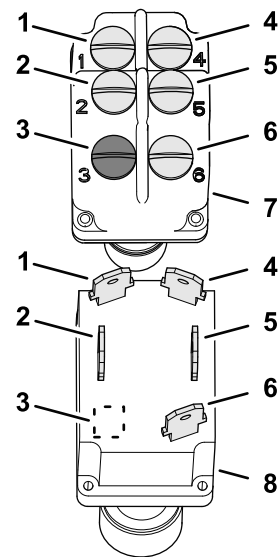
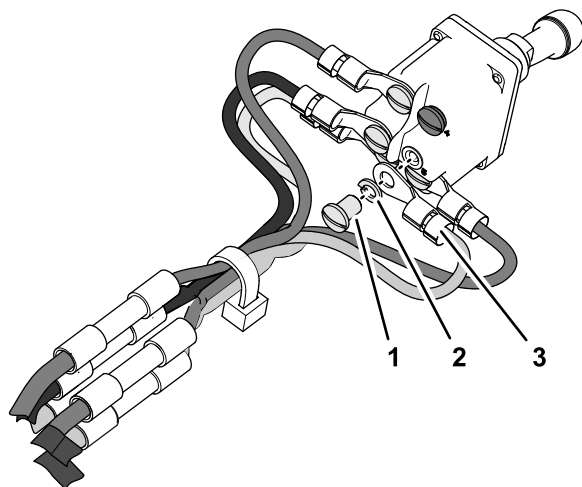

Figura 5
Figura 6
2. Com as ranhuras de chaveira alinhadas, identifique os pontos de contacto dos interruptores da PTO novo e antigo (Figura 5).
3. Remova o parafuso e a anilha de bloqueio do circuito B do interruptores da PTO novo (Figura 5).
4. Consultando a tabela de identificação de circuitos em Remover o interruptor da PTO \(página 3\), monte os terminais de anel do adaptador da cablagem para os circuitos B do contacto do interruptor (identificado com fita) no interruptor da PTO novo com o parafuso e a anilha de bloqueio (Figura 6).
5. Remova o parafuso e a anilha de bloqueio do circuito C do interruptores da PTO novo (Figura 5).
6. Consultando a tabela de identificação de circuitos em Remover o conector 5 tomadas \(página 2\), monte os terminais de anel do adaptador da cablagem para os circuitos C do contacto do interruptor (identificado com fita) no interruptor da PTO novo com o parafuso e a anilha de bloqueio (Figura 6).
7. Consultando a tabela de identificação de circuitos, monte os terminais de anel dos circuitos de contacto A, D e, se aplicável, E no interruptor da PTO novo com os parafusos e anilhas de bloqueio da máquina (Figura 5 e Figura 6).